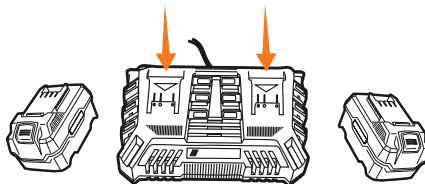

Рис. 3
- Включите в сеть зарядное устройство, при этом на нем загорится индикатор, установите аккумуляторы в зарядное устройство (Рис. 3).